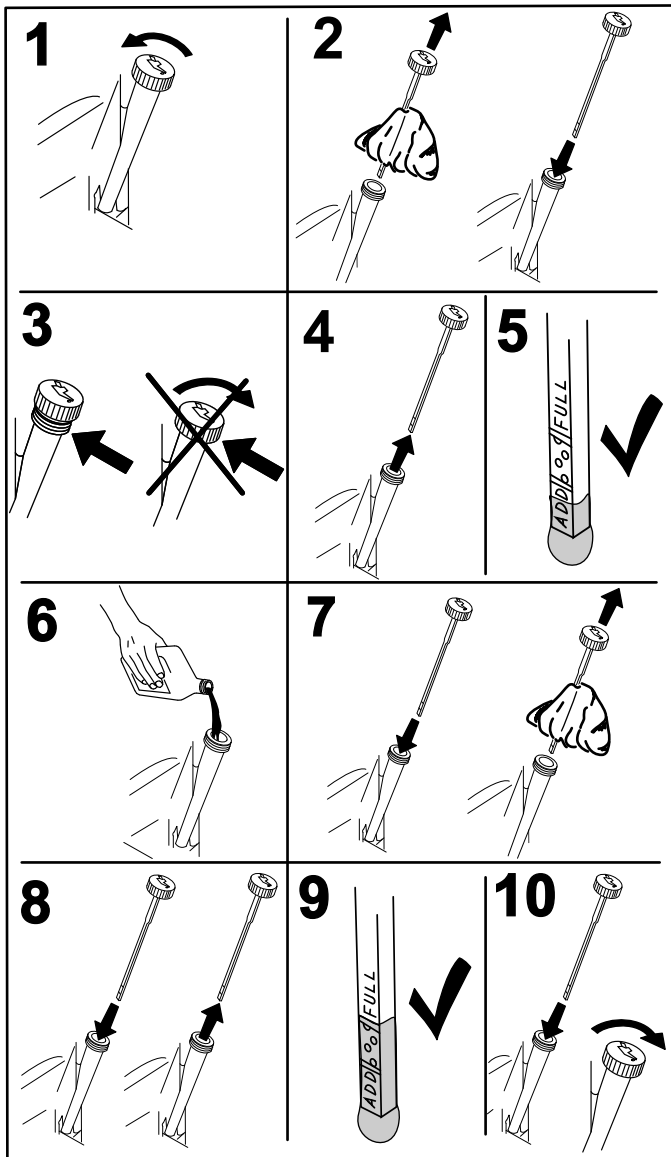

Figure 45
2. Avant de quitter la position de conduite, coupez le moteur, enlevez la clé de contact et attendez l'arrêt de toutes les pièces mobiles (Figure 45).